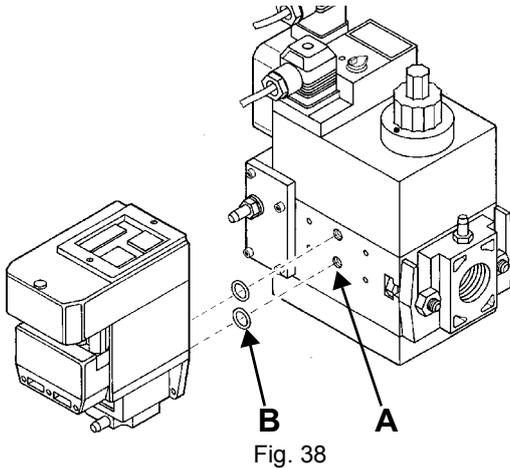
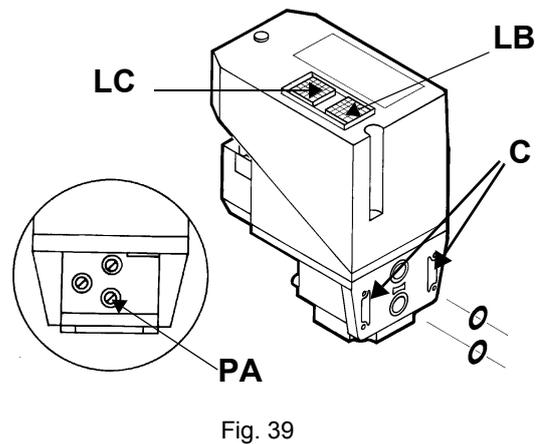

Fig. 38
Fig. 39
- 2 togliere le viti di chiusura del gruppo Multibloc (Fig. 38-A);
- 3 inserire gli anellini di tenuta (10,5 x 2,25) nel VPS 504 (Fig. 39-B, Fig. 38-B);
- 4 avvitare le 4 viti del controllo di tenuta (M4 x 16) Fig. 38-C.
Per effettuare la verifica di funzionamento, inserire un manometro in corrispondenza della presa di pressione **PA** (Fig. 39). Se il ciclo di prova ha esito positivo, dopo alcuni secondi si accende la lampada di consenso **LC** (gialla). In caso contrario si accende il pulsante luminoso **LB** di blocco (rossa). Per ripartire è necessario sbloccare l'apparecchiatura premendo il pulsante **LB**.